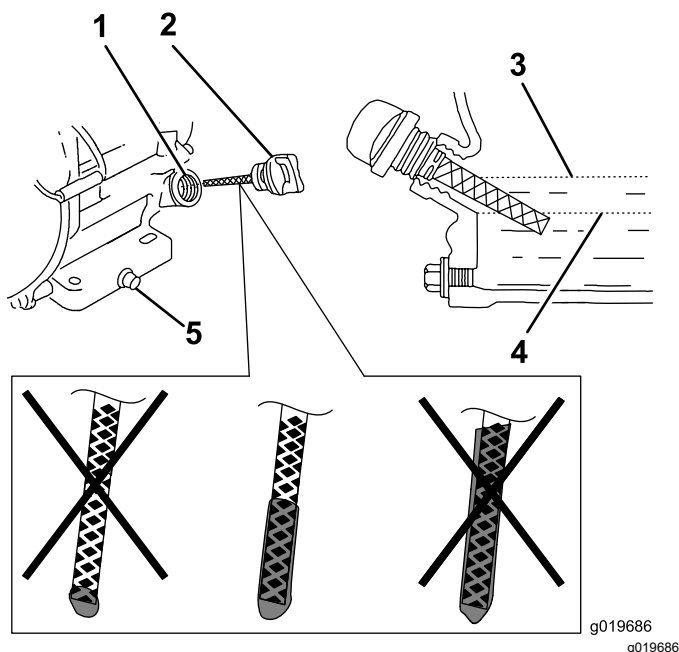

Figure 11
6. Ressortez la jauge et vérifiez le niveau d'huile moteur (Figure 11).